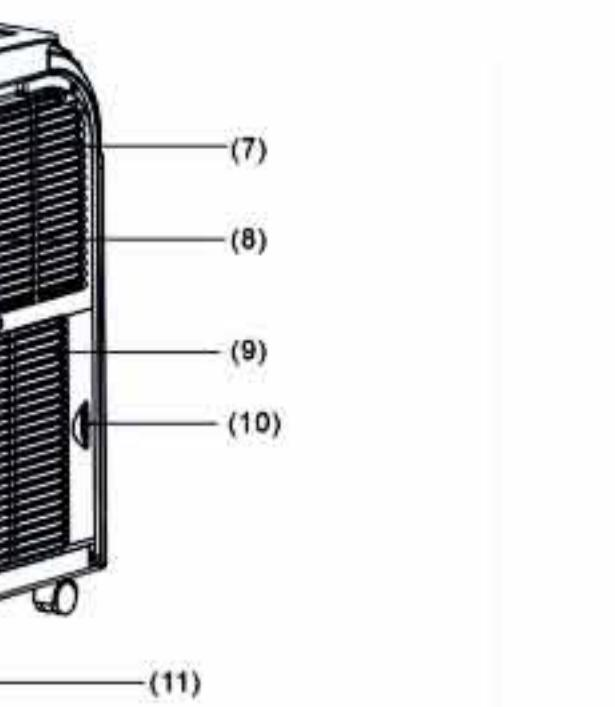

Рис. 4
- FULL Индикатор заполненности бака конденсатом. Если загорается данный индикатор, значит емкость для сбора конденсата полна. Необходимо выключить прибор и слить конденсат, открутив заглушку на трубке 11 (рис. 4), после чего его опять можно включить в работу.